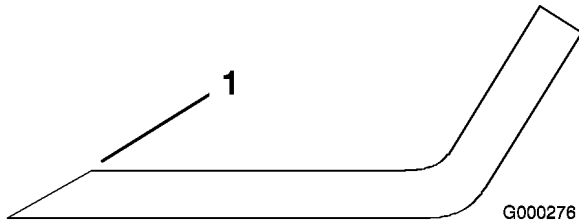

Figura 56
1. Utilice una lima para afilar el filo de corte en ambos extremos de la cuchilla (Figura 56). Mantenga el ángulo original. La cuchilla